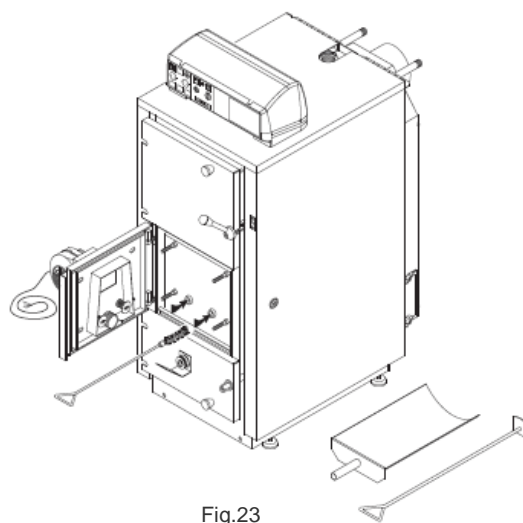

Fig.23
- Öppna luckan som fläkten är monterad på och rengör sekundärluftkanaler 1-2 gång/år, fig 23.